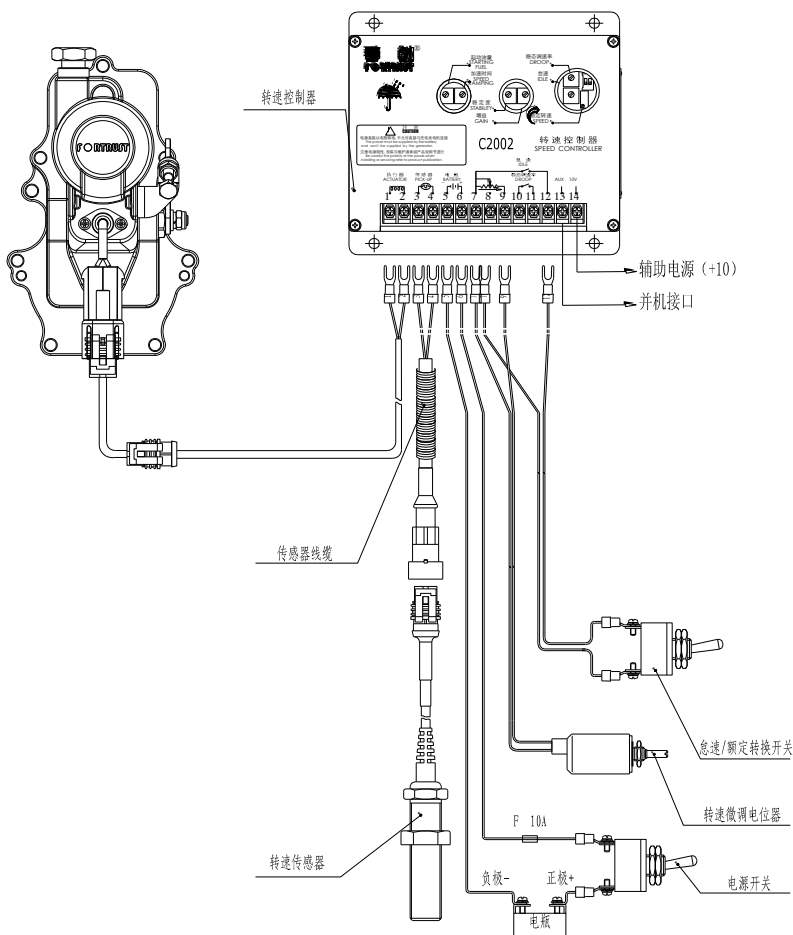

图 3.2 ESG2002A07A-WL 系列 电子调速系统接线图
3.2 ESG2002A07A-WL 系列电子调速系统接线图(如图 3.2 所示)